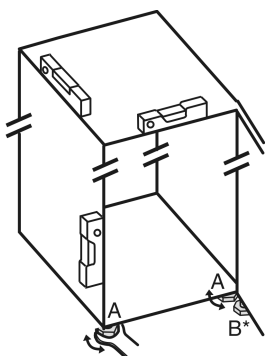

Fig. 5
- Stelfüße Fig. 5 (A) mit beiliegendem Gabelschlüssel und mit Hilfe einer Wasserwaage herausdrehen, bis das Gerät fest und ebenstehend ausgerichtet ist.
- Stelfuß Fig. 5 (B) am Lagerbock mit beiliegendem Gabelschlüssel herausdrehen, bis er auf dem Boden aufliegt.
- Stelfuß Fig. 5 (B) um 90° weiter drehen.